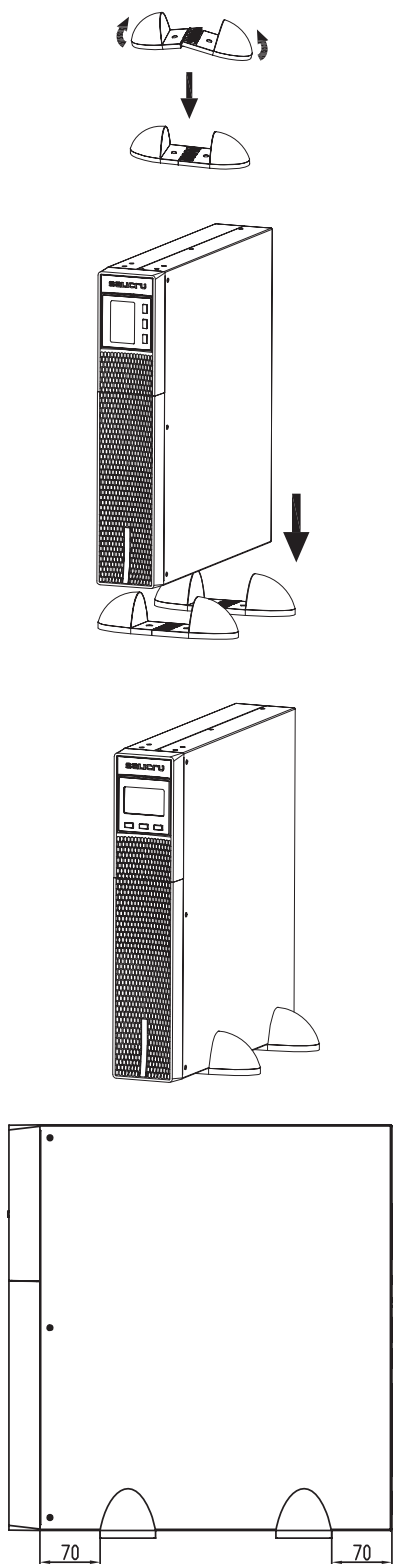

Fig. 6. Montaje vertical -tipo torre-.
- Colocar el SAI de pie entre las dos bases a una distancia de 70 mm desde cada extremo (ver la Fig. 6).